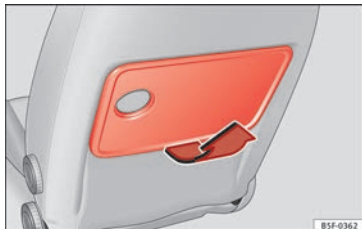

Fig. 154 Asiento delantero izquierdo: mesita plegable.
– Para utilizar la mesita levántela hacia arriba en la dirección de la flecha » **fig. 154**.